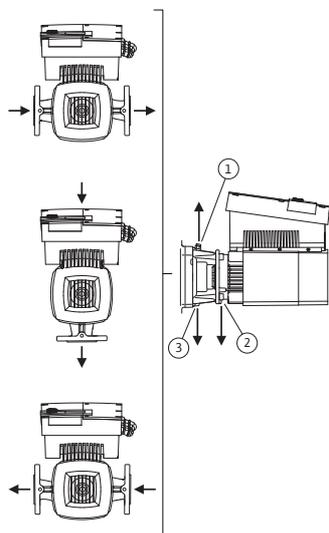

Fig. 23: Positions de montage autorisées avec arbre de moteur horizontal
Les positions de montage autorisées avec arbre de moteur horizontal et module électronique vers le haut (0°) sont représentées sur la Fig. 23. Les positions de montage autorisées avec module électronique monté latéralement (+/- 90°) ne sont pas représentées. Toute position de montage sauf « Module électronique vers le bas » (- 180°) est autorisée. La purge de la pompe n'est assurée que lorsque la soupape d'échappement est orientée vers le haut (Fig. 23, pos. 1). Seule cette position (0°) permet d'évacuer les condensats par les orifices existants, la lanterne de pompe (Fig. 23, pos. 3) et le moteur (Fig. 23, pos. 2). Pour ce faire, retirer le bouchon de la bride du moteur (Fig. 7, pos. 7a).
- En cas d'arbre de moteur à l'horizontale, la position vers le bas de l'orifice de condensation est obligatoire (Fig. 23, pos. 2). Le cas échéant, il faut tourner le moteur en conséquence.